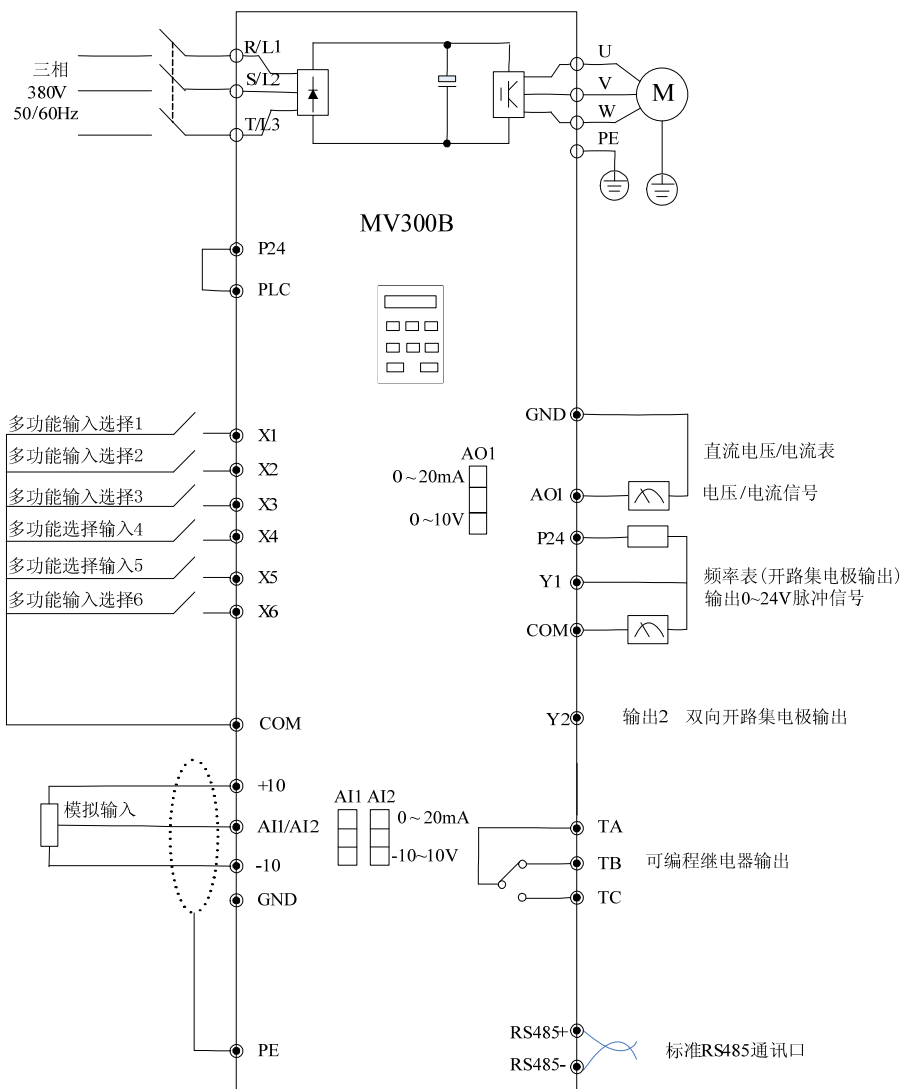

图3-5 基本配线图 3
- 8: 图 3-5 是 MV300BH-4T37 ~ 4T45、MV300BN-4T45 ~ 4T55 机型的基本运行配线图。